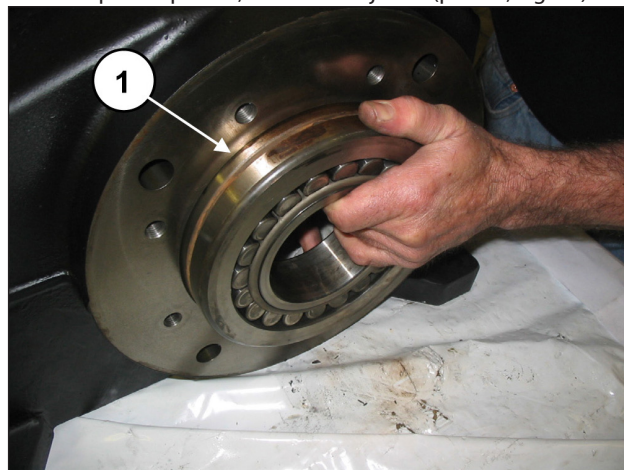

Fig. 30
Desde la parte opuesta, extraer el cojinete (pos. ①, Fig. 30).